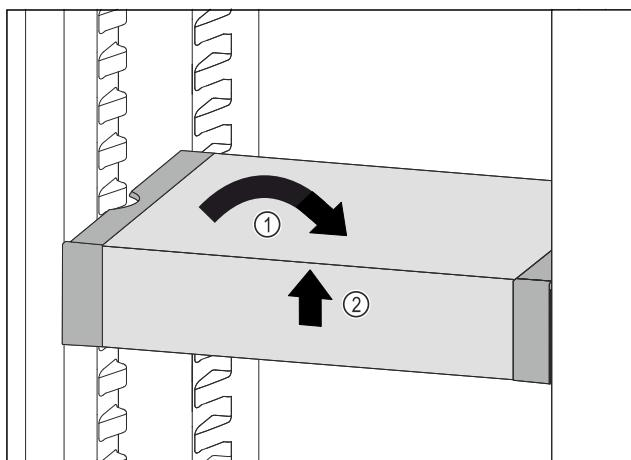

Fig. 100
- Установите VarioSafe прямо. Fig. 100 (1)
- Приподнимите VarioSafe спереди. Fig. 100 (2)